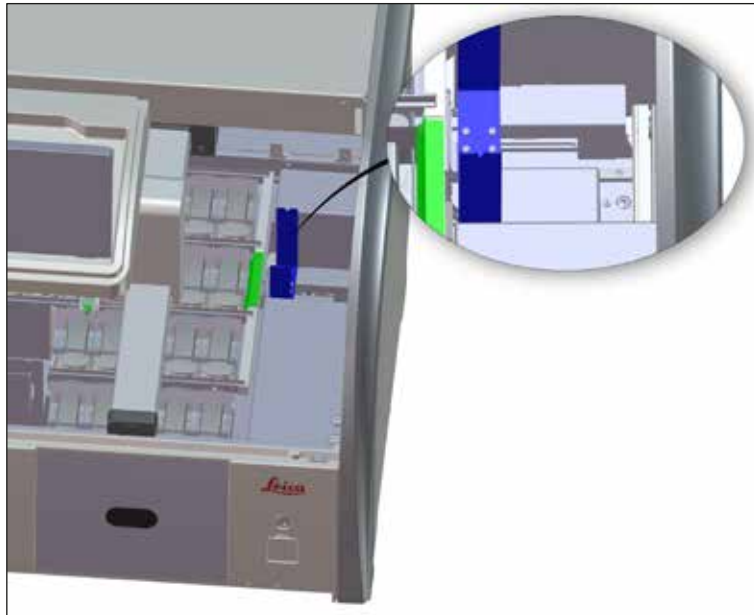

Abb. 96
- Die Transferstation (→ "Abb. 96") regelmäßig auf Reagenzienrückstände prüfen und gegebenenfalls mit einem handelsüblichen, milden und pH-Wert-neutralen Reinigungsmittel reinigen.